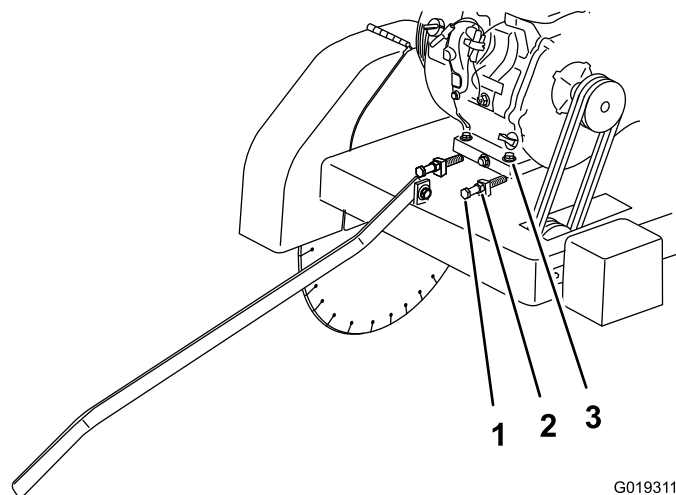
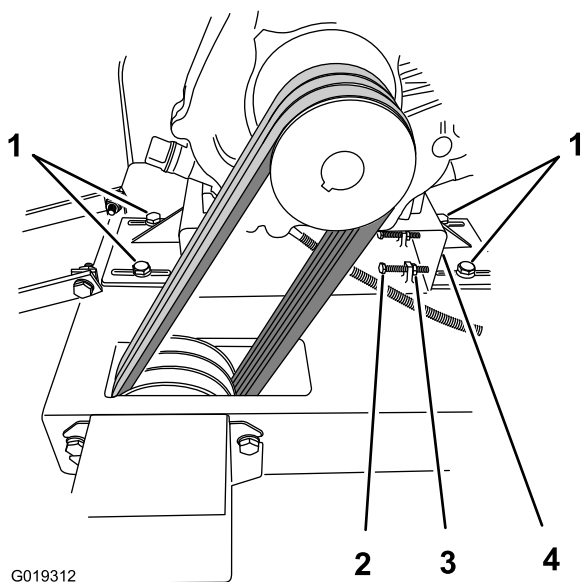

Figure 52
Figure 53
- B. Desserrez les boulons, rondelles et écrous qui fixent le moteur à la base de la machine (Figure 52).
- **Modèle 68046** – Desserrez les boulons et rondelles qui fixent le plancher moteur à la base de la machine (Figure 53).
3. Desserrez les écrous de blocage qui fixent les boulons de réglage de tension (Figure 52 et Figure 53).
- A. **Modèle 68045** – Serrez les boulons et écrous qui fixent le moteur à la base de la machine à 48 Nm (35 pi-lb)(Figure 52).
- B. **Modèle 68046** – Serrez les boulons qui fixent le plancher moteur à la base de la machine à 48 Nm (35 pi-lb)(Figure 53).
5. Desserrez le boulon de réglage de tension et l'écrou de blocage des courroies, faites coulisser le moteur vers l'avant pour détendre les courroies ; voir Figure 52 et Figure 53.